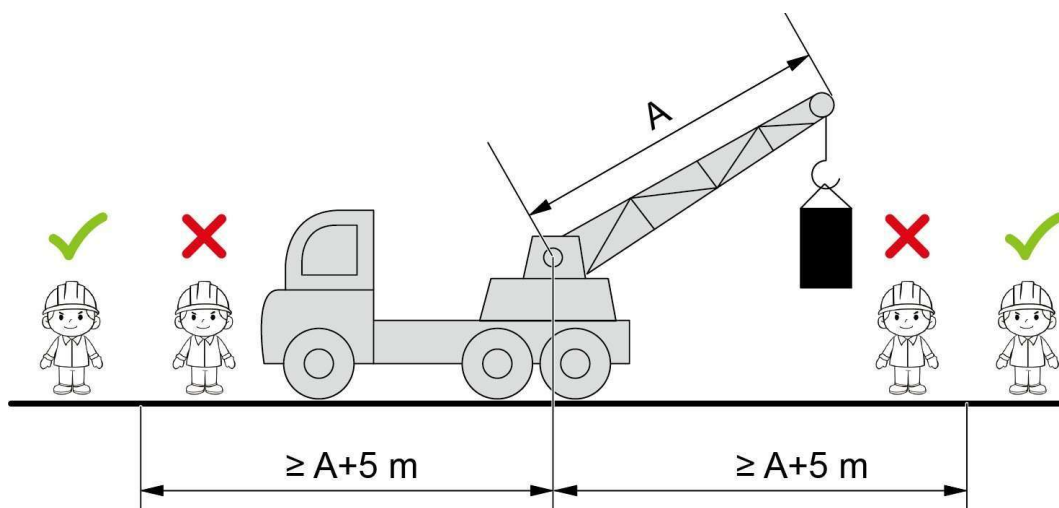

Fig. 3-1 Elevación con grúa
- Queda estrictamente prohibido el acceso de personal no autorizado a la zona de exclusión. Tal y como se muestra en la Fig. 3-1, el radio debe ser $R \geq A + 5 \text{ m}$. Queda estrictamente prohibido permanecer de pie o caminar bajo la pluma de la grúa o bajo la carga suspendida.